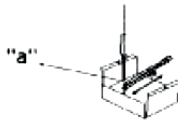

Afbeelding 4
a) Wijziging van de injectoren van de branders van het kookvlak (afb. 4). Schroef de injector los en vervang hem door de nieuwe (zie 'concordantietabel'). Ga op dezelfde manier te werk voor de andere branders.